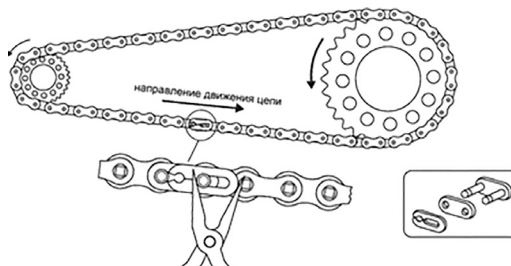

Рисунок 4. Установка элементов замка цепи
5. При помощи плоскогубцев аккуратно снимите замок цепи (рисунок 4). Не сгибайте и не скручивайте замок.
**Для вашей безопасности, обратите внимание на правильность установки фиксатора. Фиксатор замка цепи должен быть всегда установлен своей неразъемной стороной по направлению движения цепи (рисунок 4).**